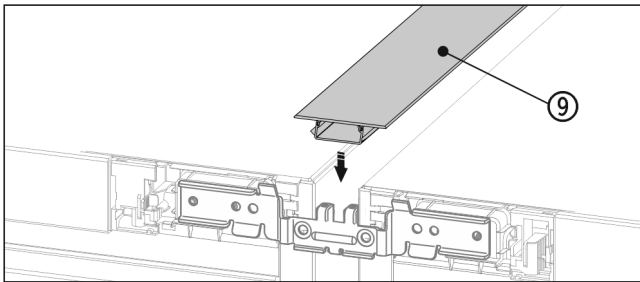

Fig. 21
- ▶ От горната страна притиснете късата покривна лайстна Fig. 21 (9) в хоризонталния процеп.